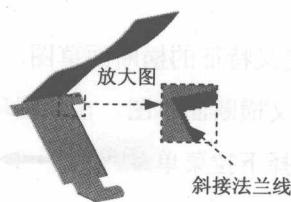

图 1.14 斜接法兰线
- (1) 选择命令。选择下拉菜单 **插入(I)** → **钣金(B)** → **斜接法兰(W)...** 命令 (或单击“钣金”工具栏上的“斜接法兰”按钮), 系统弹出“信息”窗口。在绘图区选取图 1.14 所示的边线为斜接法兰线, 此时系统自动生成基准面 2, 并进入草图环境。